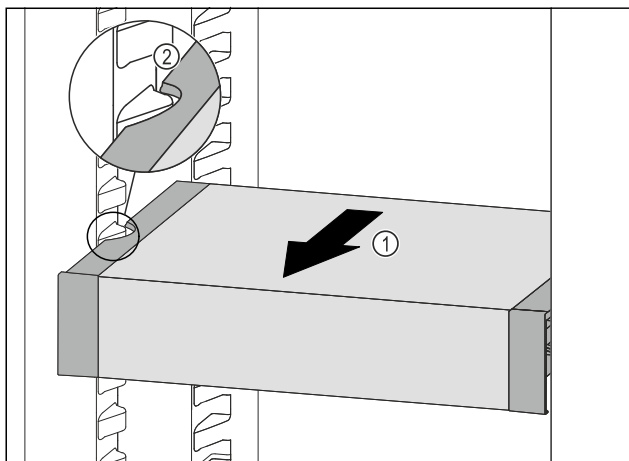

Fig. 219
- Ladicu VarioSafe vucite prema naprijed Fig. 219 (1) sve dok se bočni otvori ladice VarioSafe ne nađu na visini žlijeba spremnika u hladnjaku. Fig. 219 (2)